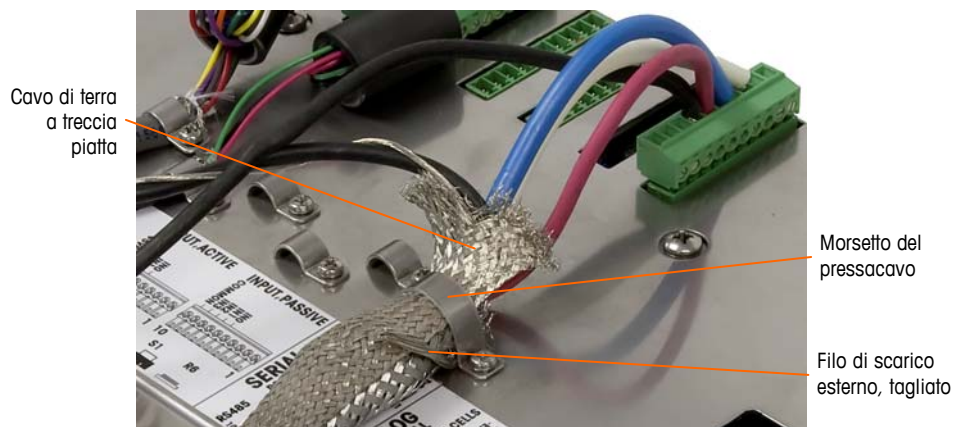

Figura 2-46: Terminazione della treccia esterna dell'home run PDX, montaggio a pannello
- b. Far scorrere in avanti la treccia esterna per coprire la treccia interna e la lamina. Estrarre il cavo di scarico esterno sulla treccia esterna e tagliarlo a circa 25 mm (1 pollice). Disporre il cavo di terra piatto intrecciato intorno al cavo home run e il filo di scarico prima di fissare tutto al coperchio posteriore dell'IND780, utilizzando il morsetto del pressacavo grande in dotazione dell'unità (Figura 2-46).